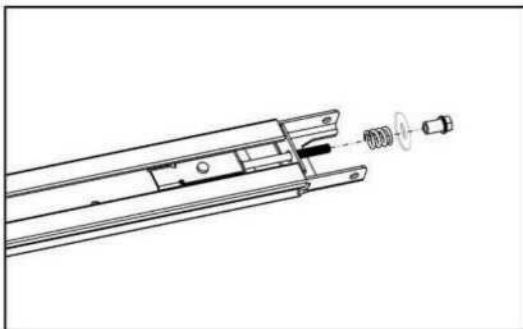

Fig.12
Paso 2. Ajuste la Tuerca y el Resorte, hasta Alcanzar la Tensión Adecuada (Fig.12).